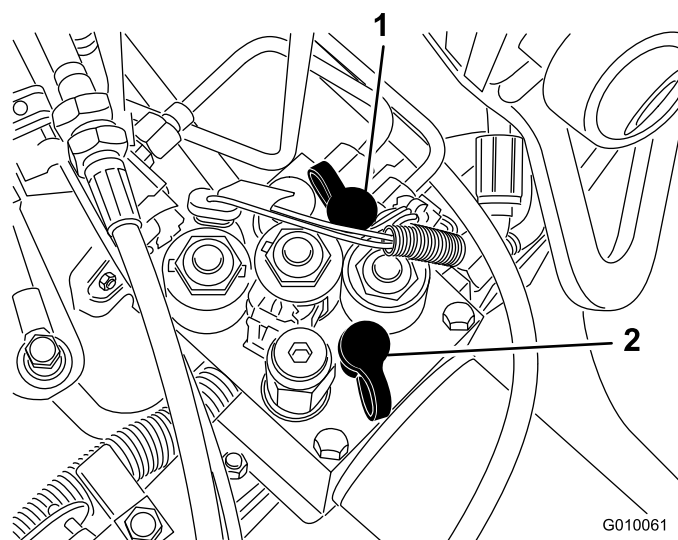

図 61
- ・ テスト・ポートG2 (図 61) は走行チャージ回路の故障探究用ポートです。
- ・ テスト・ポートG1 (図 61) は昇降回路の故障探究用ポートです。